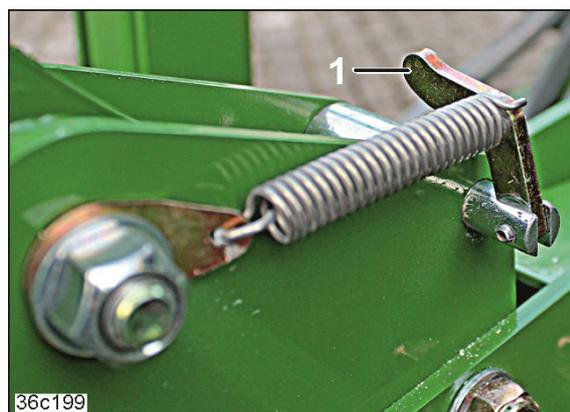

Fig. 189
2. Beide Anfassers (Fig. 189/1) nach oben schwenken.